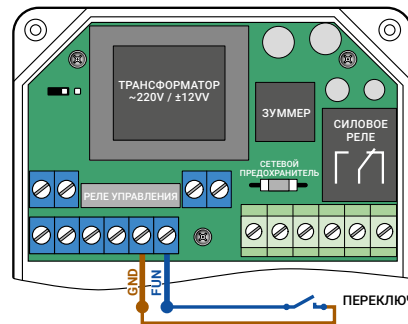

Рис. 8. Схема подключения переключателя с фиксацией положения
6.5. Рис. 8. Схема подключения к блоку управления переключателя (выключателя) с фиксацией положения. Переключатель служит для ручного дистанционного открытия/перекрытия водоснабжения. При нажатии на переключатель (положение «ВКЛ») – подача воды перекроется шаровым электроприводом. При нажатии на выключатель (положение «ВЫКЛ») – подача воды откроется шаровым электроприводом.